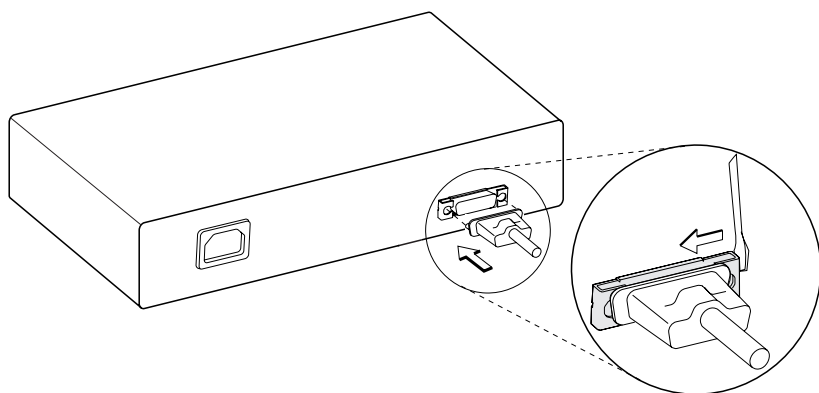

图 2-6. 按动 AUI 端口上的滑动锁栓(仅用于型号 016)
- 2 要将 AUI 电缆(或者 10BASE5 、10BASE2 或 10BASE-F 收发器)固定到集线器的 AUI 端口上，将 AUI 端口上的滑动锁栓推向左边。查看第2-11页的图2-6上有关如何按动锁栓的说明。